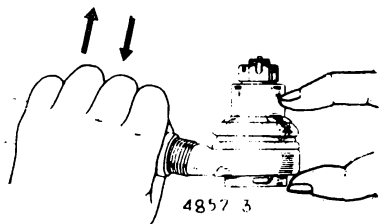

Рис. 41. Проверка люфта в шарнирах рулевых тяг
2. Люфт, обусловленный износом сферической поверхности шарового пальца. Этот вид люфта можно выявить при энергичном покачивании рулевой тяги вдоль оси шарового пальца (с усилием около 20 кгс), приложив пальцы к шарниру и бобышке тяги, как показано на рис. 41.